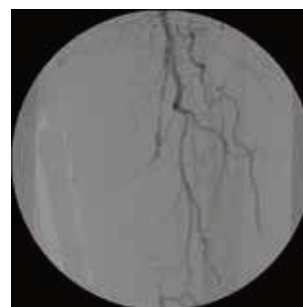

図3
- 4) 4Frシステムからは炭酸ガス造影を行った。(図3)